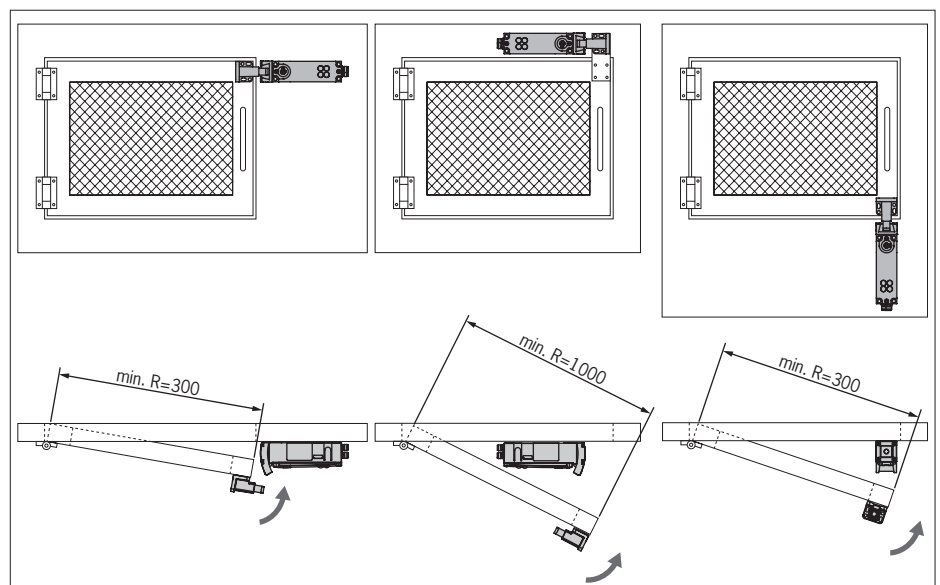

Bild 10: Türradien und Anfahrbereich
- Beachten Sie die min. Türradien (siehe Bild 10).